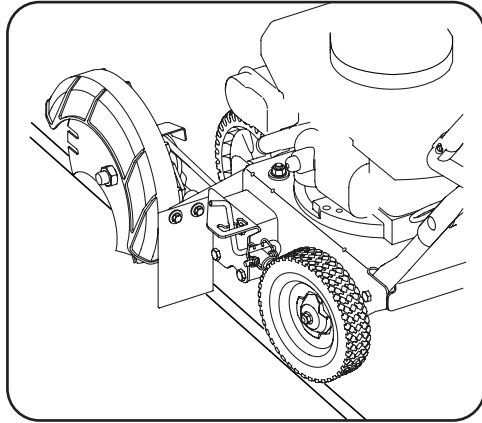

Figura 3-3
1. Mueva la unidad al área que va a recortar, asegurándose de que la rueda posterior izquierda esté sobre una superficie dura y que la cuchilla esté sobre el área a cortar. Vea la Figura 3-3.